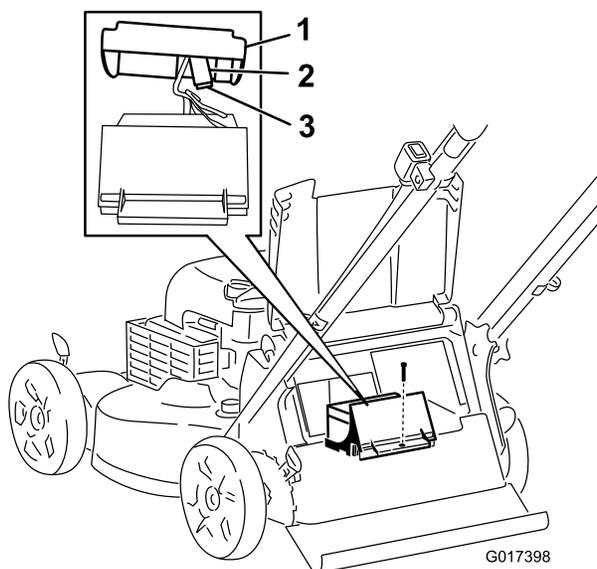

Рисунок 27
3. Снимите крепежный винт аккумуляторного отсека, выньте аккумулятор и найдите предохранитель (Рисунок 27).
4. Замените плавкий предохранитель в держателе (Рисунок 27).